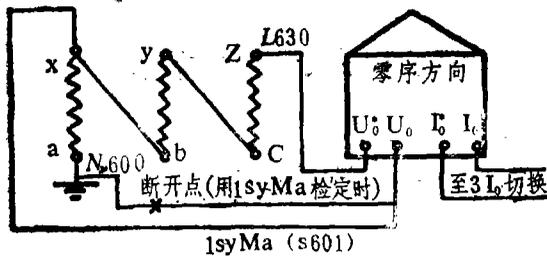
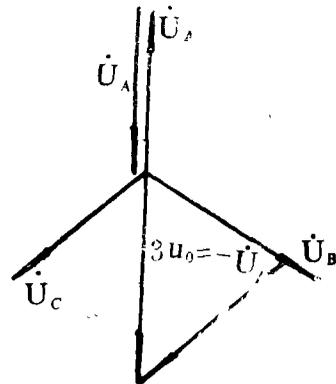
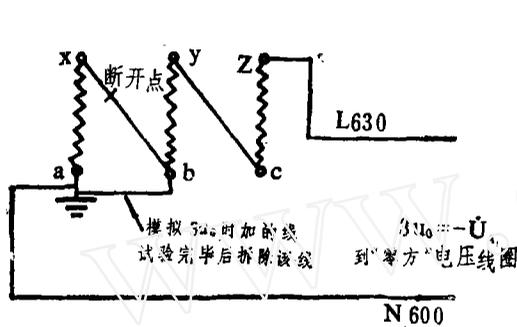
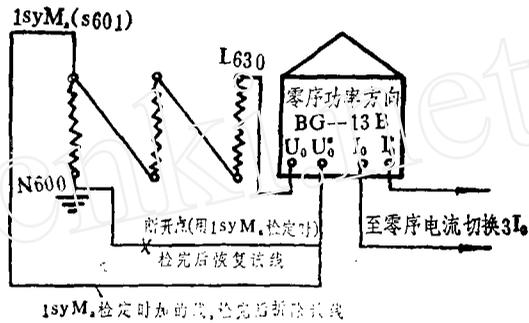

图1 用1SYMa检定线路零序方向保护
图2a A相故障时开口三角两端
图2b 用切换P.T开口三角形电压 $3U_0$ 的老方法作“零方”保护的
图3 1SYMa检定主变压器零序功率方向
1. P.T 开口三角形接线图:(见图 1 所示)
2. P.T开口三角在A相故障(B、C相同样)时的向量输出( $3U_0 = -U_A$ )示于图2a,用老方法模拟 $3U_0$ 作“零方”保护示于图2b。
由图2a、b与图1的比较可见,从a相尾部引出1SYMa(S601)通过电缆到中控室盘顶小母线,每块保护盘均能方便的用它来代替P.T切换 $3U_0$ 的老办法做“零方”保护的方向检定,由图2b模拟A相(B、C相也同样)故障时,在b处,x处断开,把b接地(N600),N600与L630之间为 $\dot{U}_B + \dot{U}_C = -\dot{U}_A$ ,方向于图2a,而1SYMa是从P.T开口内部a相尾部引出,矢量方向完全同于A相故障时的 $3\dot{U}_0 = -\dot{U}_A$ 的方向,所以理论上1SYMa完全可以代替用老方法切换而来的 $\dot{U}_B + \dot{U}_C = -\dot{U}_A$ 。
以下先画出图3,用1SYMa检定主变压器上零序功率方向保护的方向正确性的接线图。然后列出以下的两种方法作“零方”保护的比较表。
| 用1SYMa做110kV和220kV线路零序方向保护的方向检定              | 因一般线路“零方”保护保护方向均由母线指向线路，1SYMa(S601)接于原 $U_0$ 的非极性端子，在此以前应先将原 $U_0$ 非极性端子上的地线(N600)拆开， $U_{L_{0.30}}$ 不动，检定结束后应恢复地线                 | 按图1改线应动作               |
| 用1SYMa做主变压器上高压侧零序功率方向元件的方向检定                 | 若保护方向指向变压器内部，1SYMa(S601)要接于零序功率方向继电器(BG-13B)的电压线圈的6号极性端子，L630不动注意在接1SYMa之前，要拆除6号端子上的地线(N600)，检定结束后恢复该地线。                           | 按图3改线应动作               |
| 用1SYMa做主变压器上高压侧零序功率方向元件的方向检定                 | 若保护方向由主变指向母线(线路)，1SYMa(S601)接线与上栏也相反，S601接到BG-13B电压圈的非极性端子14L630不动(原来L630应接6号极性端子)，注意14号端子上的原地线(N600)应先拆开，检定结束后恢复地线。               | 按图3改线应动作               |
| 用1SYMa做主变压器上中压侧“零方”保护(功率)的方向检定               | 若保护方向指向变压器内部，与实际负荷方向相反，1SYMa(S601)接到BG-13B电压圈非极性端子14，L630不动。(L630原来应接6)注意BG-13B 14号电压非极性端原地线(N600)要先拆开，检定结束后恢复该地线。                 | 按图3改线应动作               |
| 用1SYMa做主变压器上中压侧“零方”保护(功率)的方向检定               | 若保护方向由主变指向母线(线路)，与实际负荷方向相同，1SYMa(S601)应接到BG-13B电压圈极性端子6，L630不动。(L630原来应接BG-13B的14号端子)，在此之前，要先拆开原BG-13B 6号端子上的地线(N600)，检定结束后恢复该地线   | 按图3改线应动作               |
| 用P·T切换开口三角形电压的老方法模拟 $3U_0$做线路“零方”保护的方向检定 | 保护方向指向线路，在图2(2)处x·b连线间断开，N600接到b的头，使所有“零方”保护电压圈都带上 $\dot{U}_B + \dot{U}_C = -\dot{U}_A = 100V$ 的电压其它运行“零方”保护必须停用，方可进行新的“零方”保护的方向检定 | 按图2b改线应动作              |
由于用试电压小母线1SYMa去做零序方向保护的方向检验，从上表和图1及图3中可以看出，几种情况下要拆除原保护(功率)电压线圈上的(N600)地线，否则1SYMa加到继电器上造成P·T电压短路，将使P·T快速开关跳闸，失去全部二次电压，这是很危险的。但事在人为，什么事没有危险呢，如果认为危险，就不去革新，不去探讨，总是走老路，那是不科学的，只要注意先拆地线，用后再恢复地线就行了。什么事均有它的两重性，增加用1SYMa去快速检验零序方向保护，一是时间大大节省，功效提高，二是从另一方面找到了对保护方向的又一检测手段，给继电保护调试人员扩大了视野。只要按表操作，并且试验前仔细查对二次接线应符合要求，就完全可以相信检验结果的正确性，我们用1SYMa检定过的“零方”保护在系统单相接地短路时全都正确动作切除故障就是最好的证明。